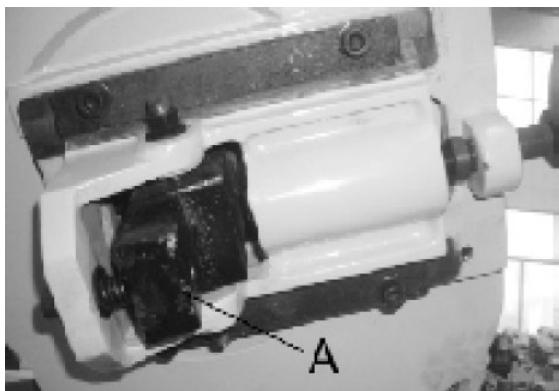

Рис. 9
Перед проверкой или регулировкой убедиться, что натяжение режущего полотна было выполнено правильно. Задняя поверхность режущего полотна должна слегка касаться фланцев обоих шкивов во время работы станка. Если режущее полотно не касается фланцев шкивов, следует затянуть или ослабить винт (A) (рис. 9) до полной регулировки хода режущего полотна.